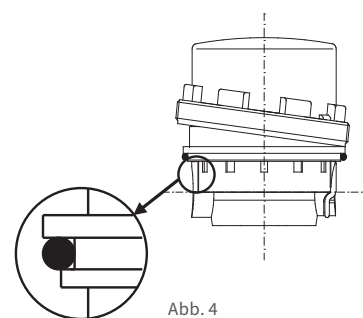

Abb. 4
- 6.7. Gewinding von Messkapsel ziehen. Dazu zunächst auf der den Aushebeheken gegenüberliegenden Seite anheben (siehe Abb. 4), dann über die Haken ziehen.
- 6.10. Überprüfen, ob die mit dem Messeinsatz mitgelieferten neuen O-Ringe richtig auf dem Messeinsatz sitzen. Falls dies nicht der Fall ist, müssen die O-Ringe in die vorgesehenen Nute am Zählereinsatz eingelegt werden (Abb. 4). Der große O-Ring darf nicht in das UPT gelegt werden. Die O-Ringe fetten.